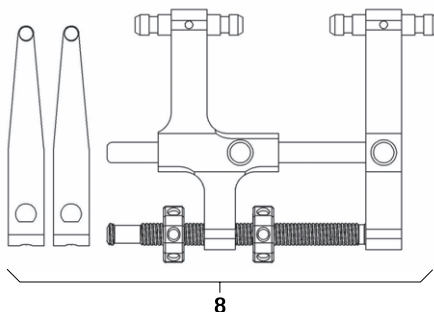

Fig. 13
- Montar el distractor **8** y las hojas distractoras, ver Fig. 13.